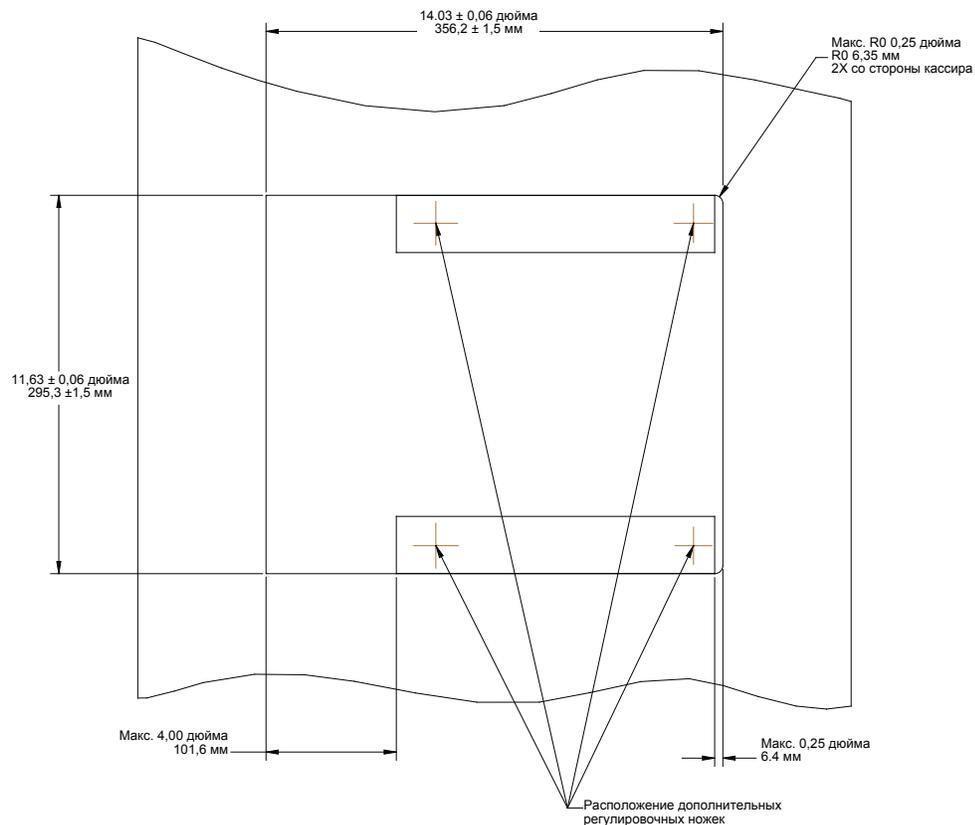
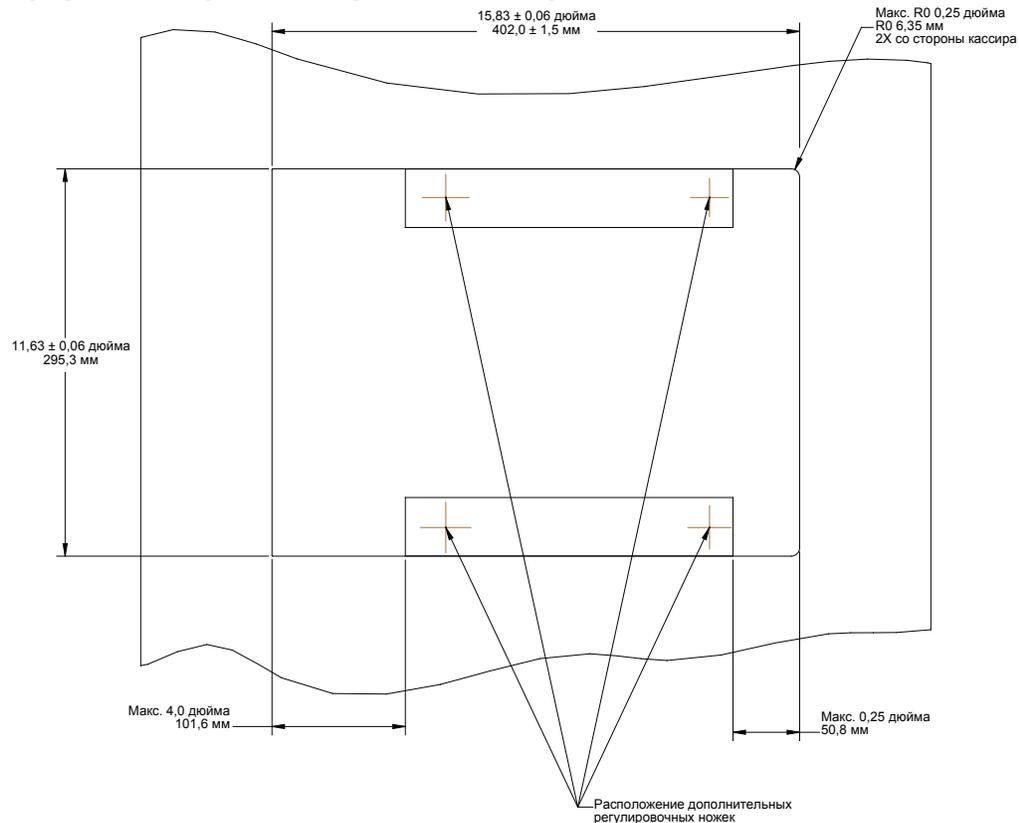
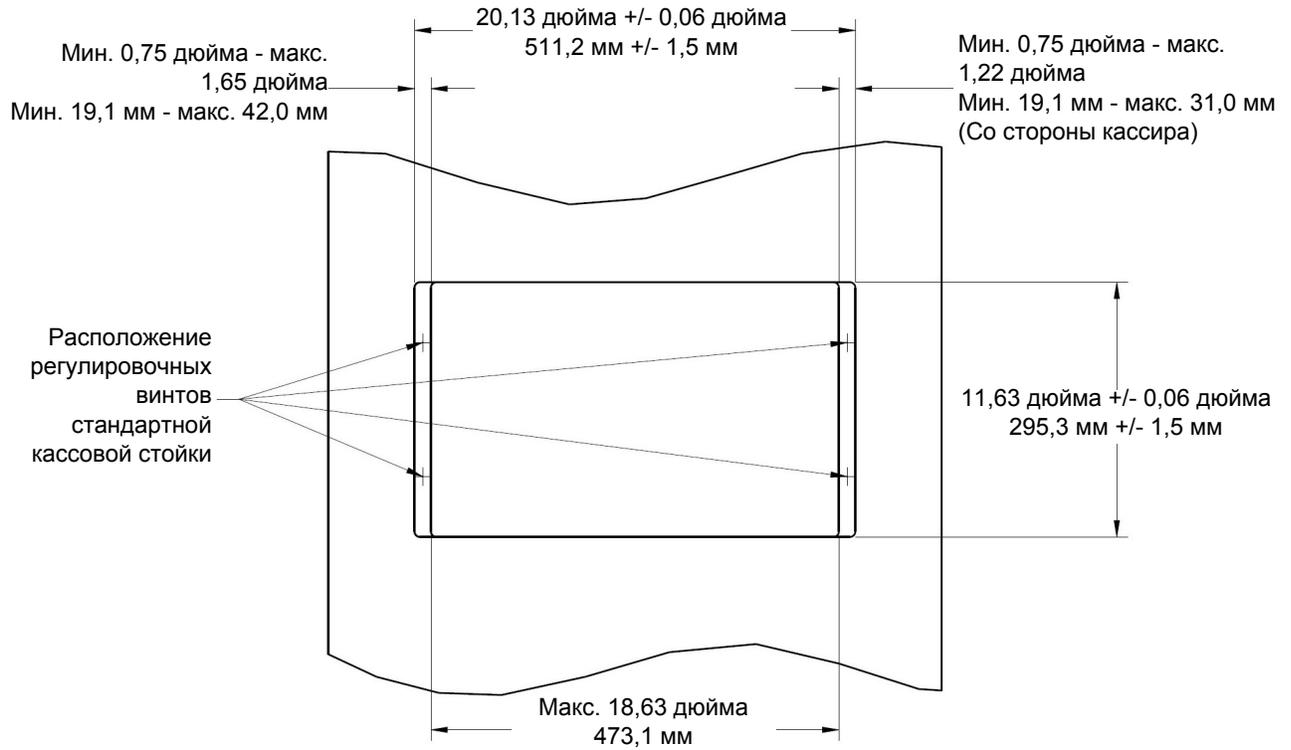

Рис. 3-8 Прорези в кассовой стойке для короткого устройства (без весов)
Рис. 3-12 Прорезь в прилавке для среднего устройства
Рис. 3-16 Прoрeзь в прилавке для длинного устройства
2. Проверьте габариты кассовой стойки, показанные на Рис. 3-8, Рис. 3-12 и Рис. 3-16 соответственно.